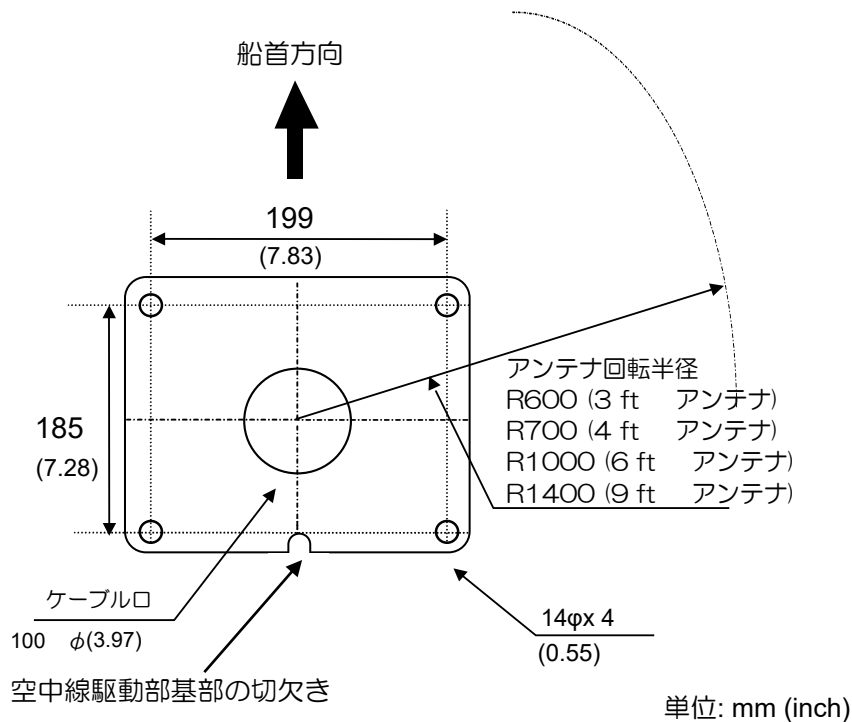

図 3.1 取付孔平面図
空中線駆動部は、図 3.1 に示すように、取付け基部の切欠き部分が船尾方向に向くように設置します。このように設置することで、保守作業がやり易くなります。1.4.1 項に述べた装備上の注意事項も併せて参考にして下さい。
- (1) 直径 14mm の取付け穴を、図 3.1 を参照してプラットフォーム上の取付け面に開けます。
- (2) 所定の位置に空中線駆動部を置き、工事材料に含まれる 4 個の 12mm ステンレスボルトで固定します。